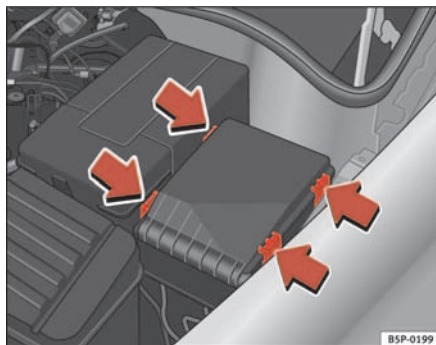

Abb. 179 Sicherungsdeckel im Motorraum
- Haken Sie den Sicherungsdeckel im Motorraum an den Laschen aus, indem Sie die Laschen zur Deckelmitte drücken ⇒ Abb. 179.